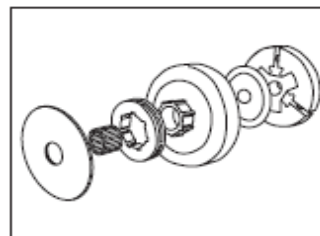

Fig. 2
- \* Faça deslizar uma fina anilha metálica no veio de accionamento, assim como o rolamento de agulhas e o cárter de embraiagem com o carreto periférico no veio (Fig.2).